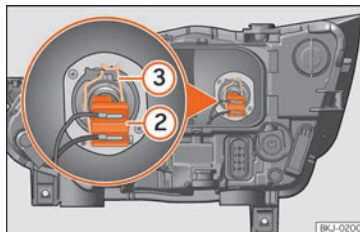

Fig. 54 Dans le compartiment-moteur : ampoule des feux de croisement.
- Retirez le connecteur » fig. 54 ② de l'ampoule.
- Décrochez le ressort entrebâilleur » fig. 54 ③ en le pressant vers l'intérieur et vers la droite.